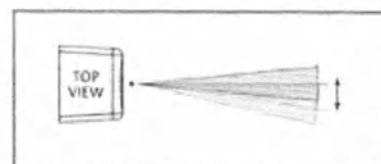

Рисунок 3-11 Горизонтальное угловое выравнивание
8. Используйте винты точного горизонтального углового выравнивания (отметка Е на *Рисунке 3-5 – Настройки перекрестья лазера*) для окончательной корректировки положения лазерной проекции по горизонтали. Данный механизм позволяет двигать лазерный луч в сторону изоцентра без смещения положения модуля (см. *Рисунок 3-11 Горизонтальное угловое выравнивание*).